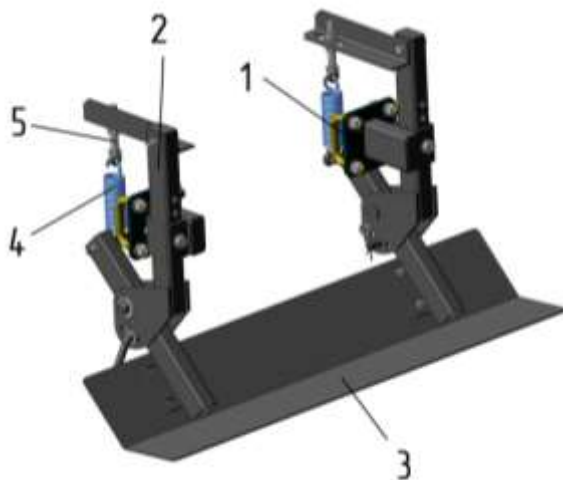

Рисунок 7 – Планка выравнивающая (вариант поставки)
3.1.9 Планка выравнивающая (рисунок 7) выравнивает гребнистость гряды без образования формы гряды.